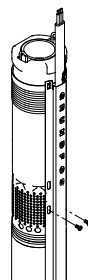

Fig. 10
3. Fissare il copricavo alla griglia di aspirazione con le due viti autofilettanti fornite in dotazione, vedi fig. 10.